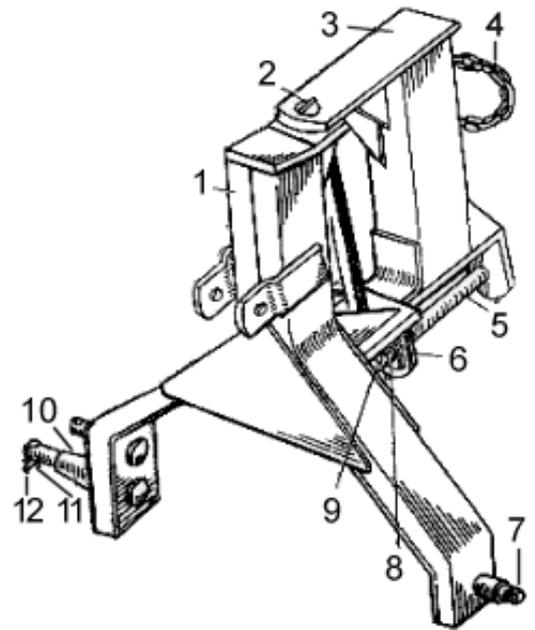

Рис.5. Рама навески
9. Соедините между собой главную раму 1 (см. рис. 5) и подвеску 3 посредством оси 2, установите шайбу и зашплинтуйте ось. Главная рама должна свободно поворачиваться относительно подвески.